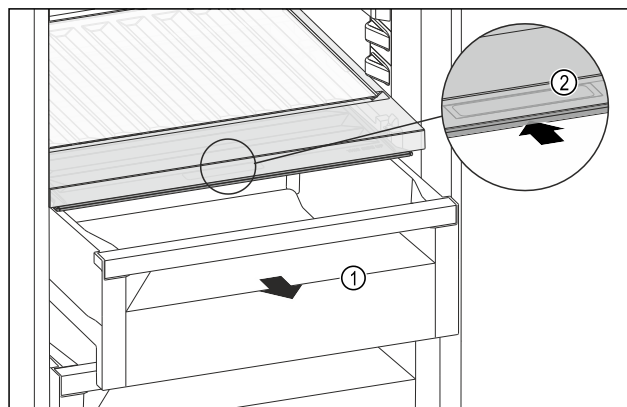

Fig. 159
- Dra ut utdragslådan Fig. 159 (1).
- Ta tag i fördjupningen Fig. 159 (2) på facklocket och skjut samtidigt facklocket bakåt.